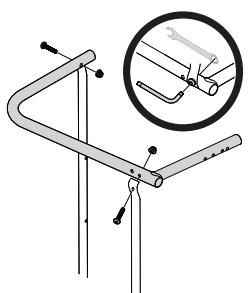

Figura 5
- Conecte el tubo esquinero adicional a los extremos libres de los tubos verticales, alineándolo con los orificios de montaje y asegure con dos tornillos de cabeza troncónica y dos tuercas hexagonales, como se ilustra en la Figura 5.
- Ahora ajuste todos los elementos de ferretería instalados con la herramienta torx y llave de 1/2", como se ilustra en el recuadro de la Figura 5.